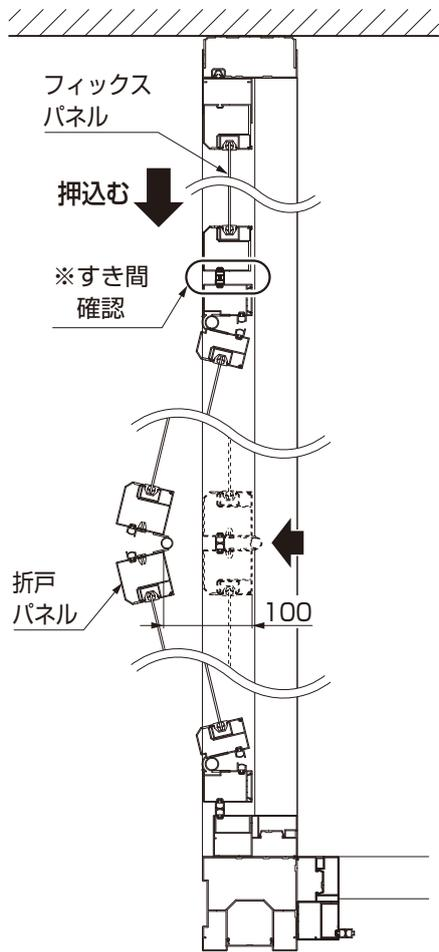

図3-10 すき間確認
- ①折戸パネルを外側に100mm折りたたんでください。(図3-10参照)
- ②調整フィックスパネルと折戸パネルの間にすき間がないことを確認してください。(図3-10参照)